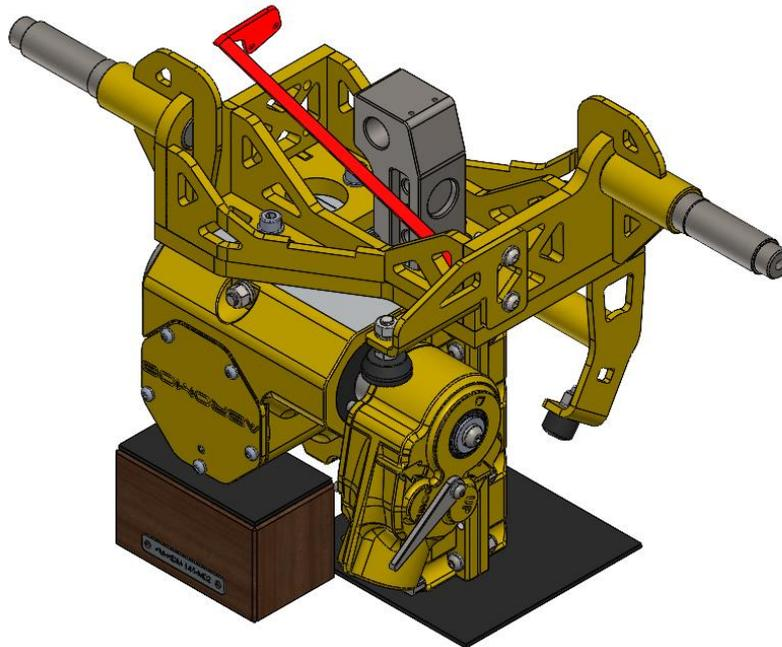
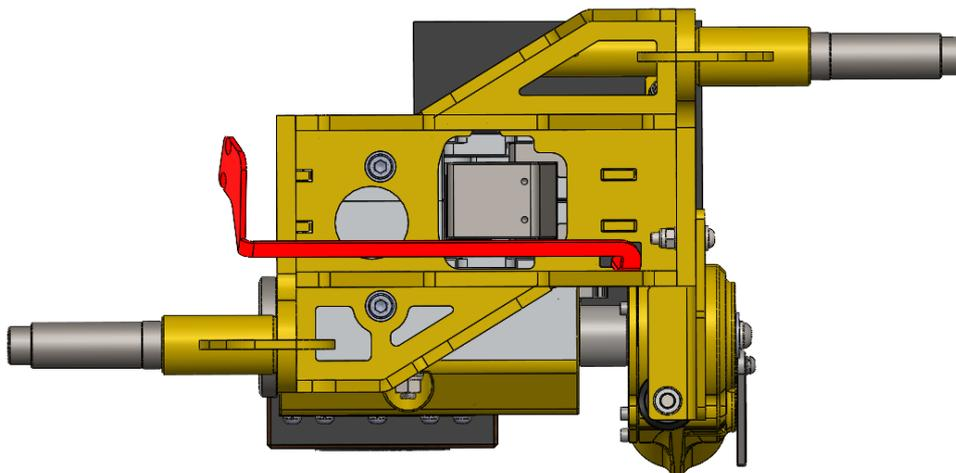

Figura 15
Figura 16
- ii. Com o bloco de cabeça pra baixo, incline a seta (1-4/14) para o lado da tampa (1-4/8) conforme a *Figura 15*. Posicione a ponta da seta no canal, conforme a vista superior da *Figura 16*. Movimente cuidadosamente a peça para dentro do canal referido e gire-a até a posição vertical. Coloque os parafusos (1-4/52).